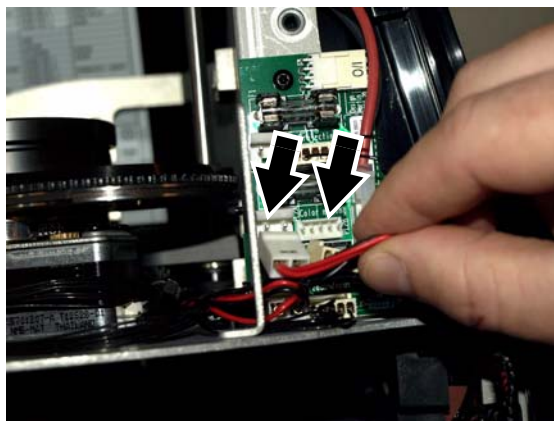

Figure 15: Déconnexion du module de trichromie
3. Consultez la Figure 15. Débranchez les deux connecteurs de la trichromie (repérés par une flèche) des slots **PL2A** et **PL2B Color mixing** du PCB à droite de la tête et dégagez le faisceau pour qu'il pende librement.